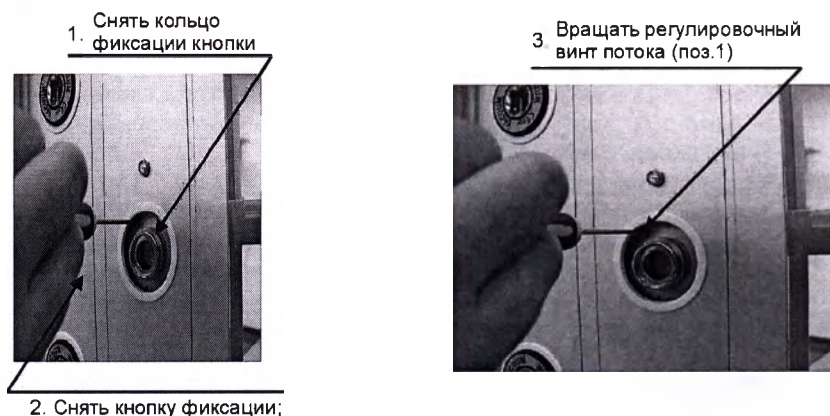

Рис.9 Регулировка потока клапана AGSS
8.4. Установленный изготовителем поток газа 50л/мин, при давлении газа до 5 бар. Поток газа регулируется с помощью интегрированного регулятора (см. Рис.9)